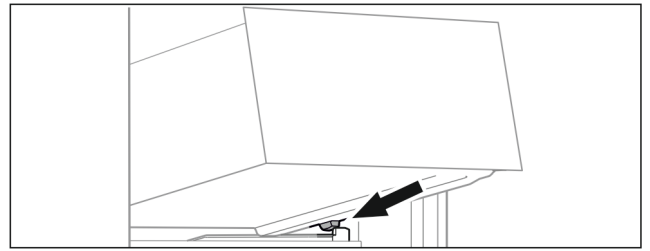

Fig. 82
- ▶ Lade schuin achter de stoppers op containerrib plaatsen. (zie Fig. 82)